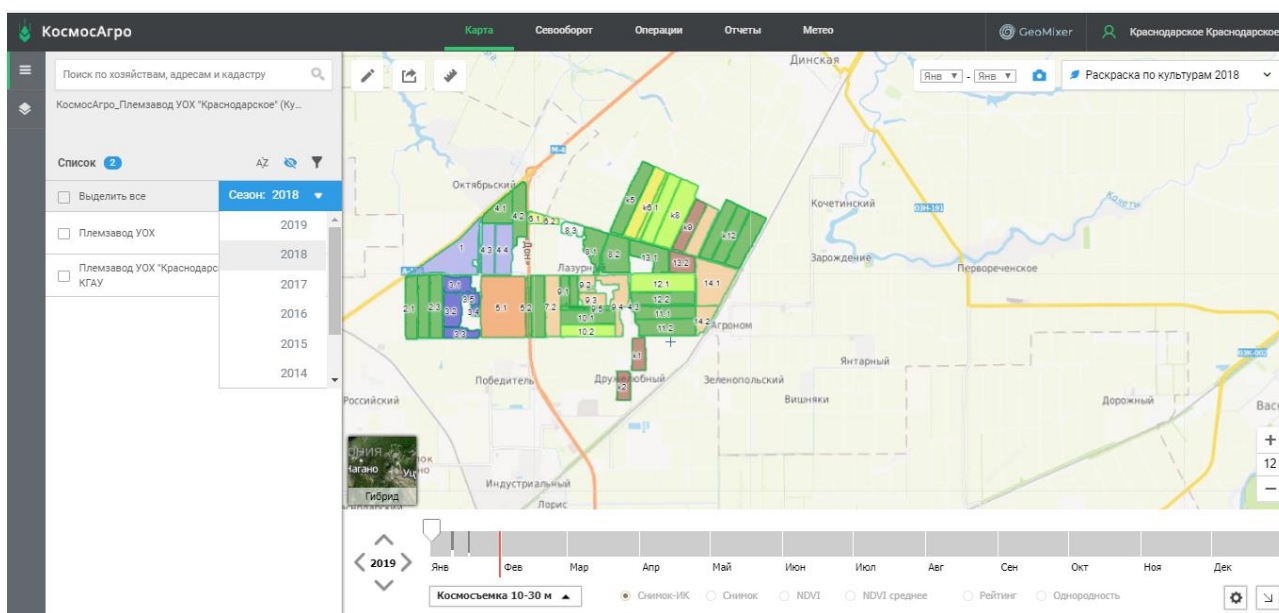

Рисунок 8.16 – Выбор сезона
11. Зайдите во вкладку **Список полей и хозяйств**  в верхней левой части окна и выберите **Сезон: 2018** (рисунок 8.16).